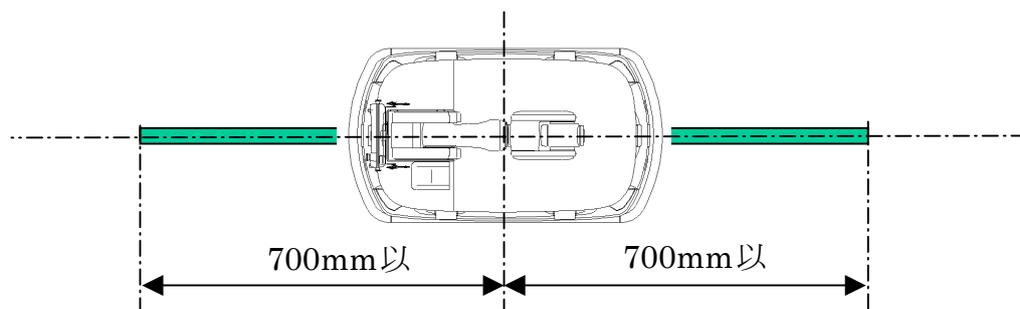

図2-13 磁気ガイドの両端と移動ロボットの停止位置
- (1) 磁気ガイドの中心と移動ロボットの中心を一致させてコースを設置してください。
- (2) 磁気ガイドの両端は、移動ロボットの停止位置から前後 700mm 以上余裕を取って設置してください。(図 2-13)